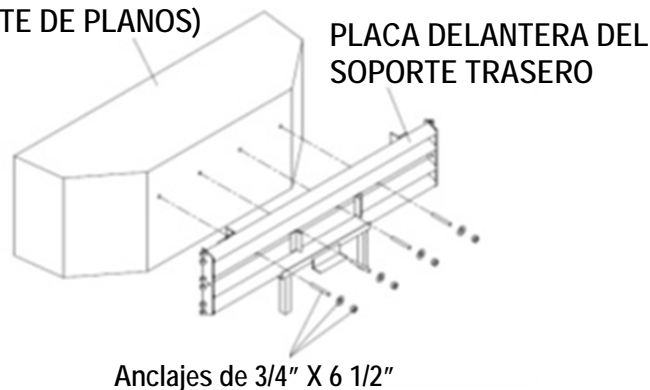

Figura 47
A) Construcción con soporte trasero de concreto (Figura 47)